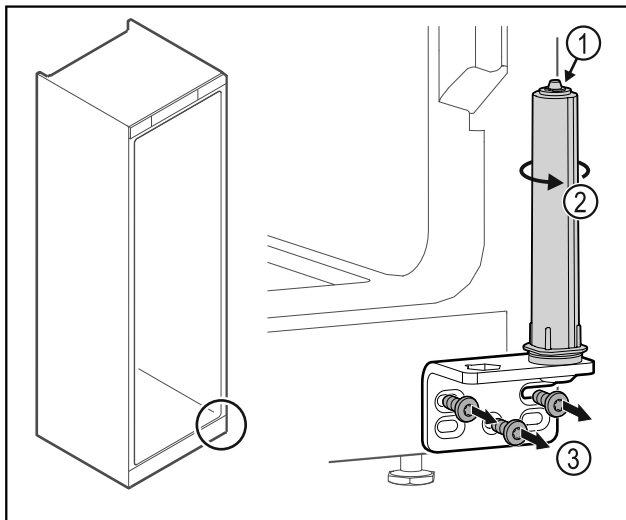

Fig. 36
- Türschließsystem nicht zerlegen Fig. 36 (1).
- Schließsystem Fig. 36 (2) drehen, bis es klickt.
- Scharnierwinkel Fig. 36 (3) abschrauben.